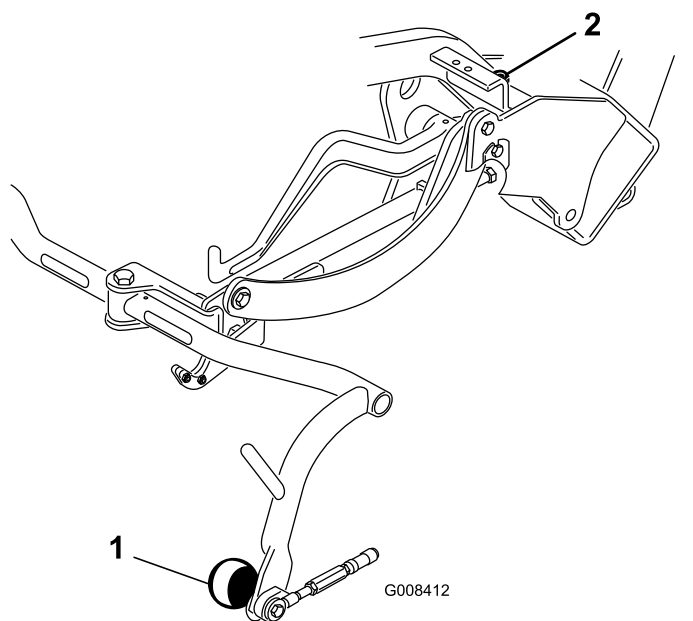

Bild 9
- Sollte eine Einstellung erforderlich sein, lösen Sie die Klemmmutter an der Anschlagsschraube des Trägerschienenrahmens (Bild 9) und drehen Sie die Schraube nach oben oder unten, um den Trägerschienenrahmen anzuheben oder abzulassen.